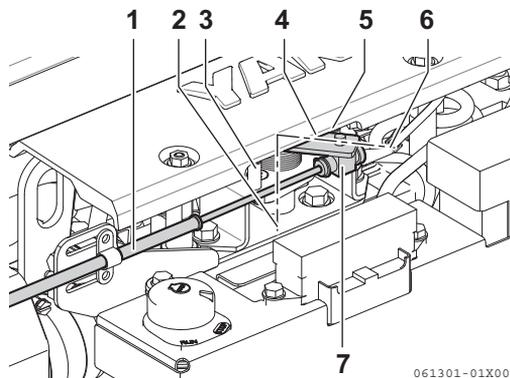

Figura 7
1. Para ajustar, solte o parafuso de ajuste (**Figura 7, (7)**) do cabo do controlo remoto e ajuste.
2. Ajuste a posição da travagem de baixa velocidade (**Figura 7, (6)**) primeiro e depois ajuste a travagem de alta velocidade (**Figura 7, (2)**), com o parafuso de ajuste na alavanca do controlo remoto (**Figura 7, (4)**).